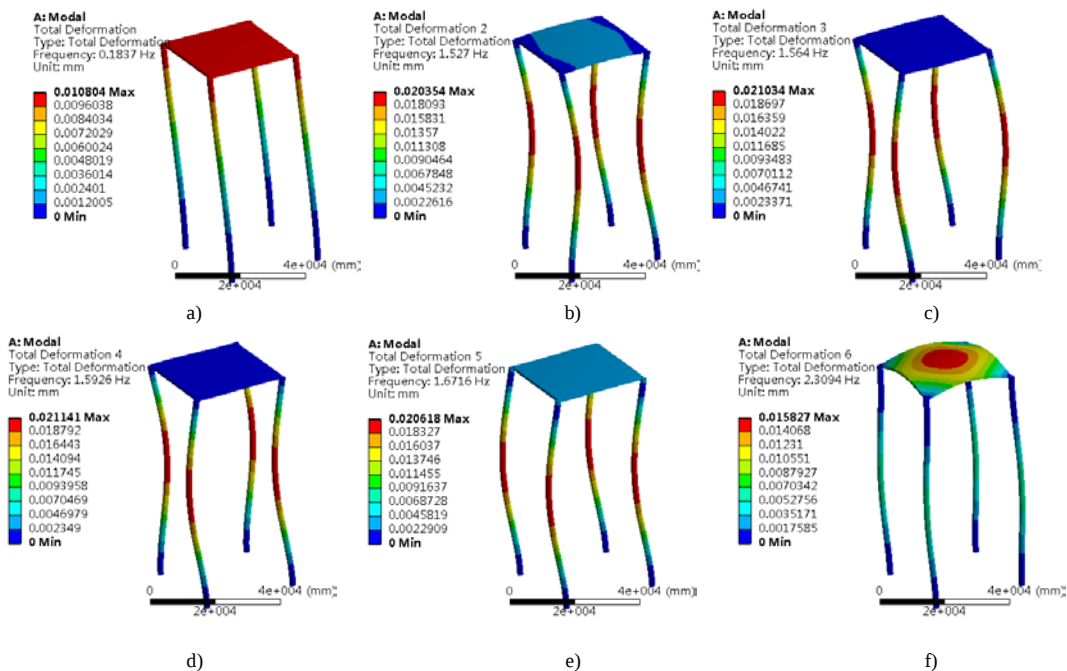

图 13-13 模态变形图
5) 在 Outline 树结构图中的“Total Deformation”上右击, 在弹出的快捷菜单中选择“Evaluate All Result”, 此时进行求解, 求解后得到的模态变形图如图 13-13 所示。